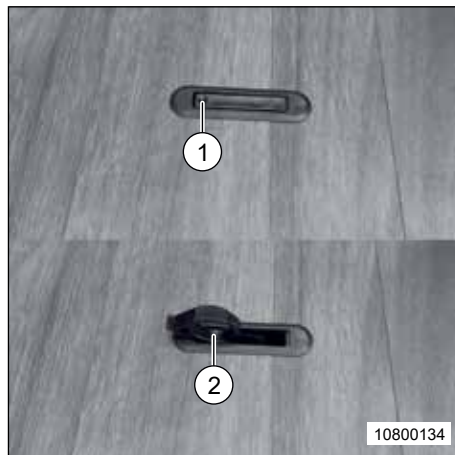

Fig. 82 Dispositif de fermeture dans la trappe de plancher
- Pousser le dispositif de fermeture vers le bas au niveau du marquage (Fig. 82, Pos. 1).
- Soulever la trappe à l'aide du levier de la poignée (Fig. 82 Pos. 2).
- Fermez le clapet et rabattez le levier de la poignée (Fig. 82 Pos. 2).